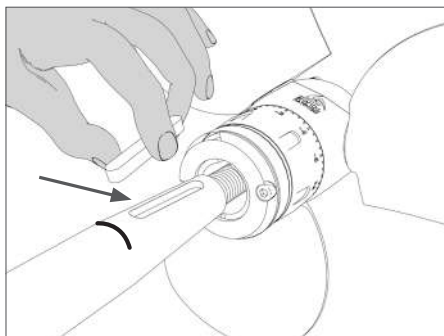

FIG. 12 | Inseririmento della chiavetta sull'asse
- Inserire la chiavetta sull'asse (**Fig. 12**).